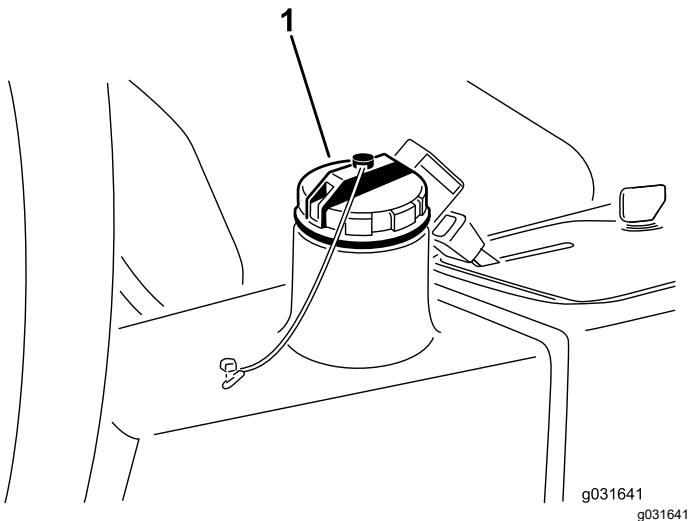

Bild 65
4. Füllen Sie den Behälter (Bild 65) mit ca. 13,2 Liter Hydrauliköl, siehe Hydrauliköl – technische Angaben \(Seite 58\) und Prüfen des Hydraulikölstands \(Seite 59\).